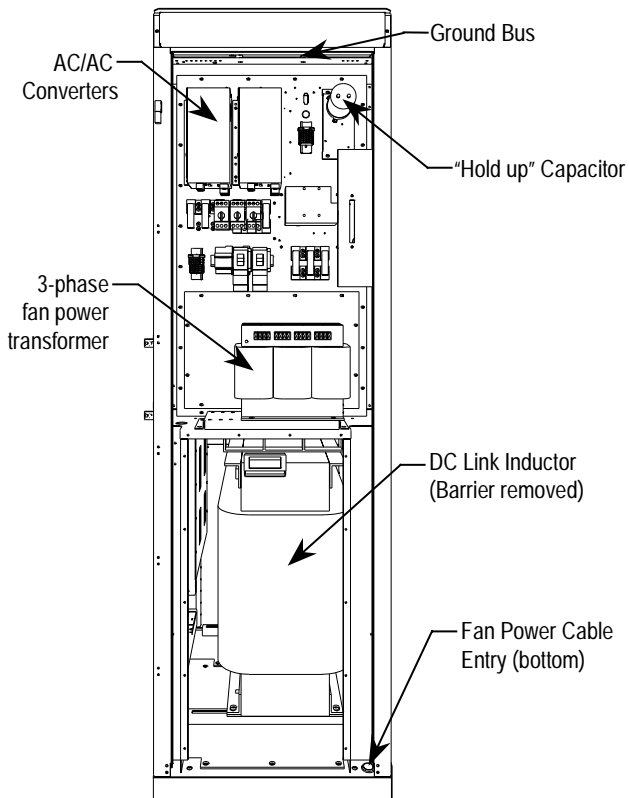

Bild 6.38 – Baugruppen des Lüfterschaltsschranks mit Darstellung der Steuertafel
1. Entfernen Sie die Zwischenkreisbarriere und das Lüfterrad-Zugangspanel (Bild 6.38). Entfernen Sie die elektrischen Komponenten vor dem Einlaßring.